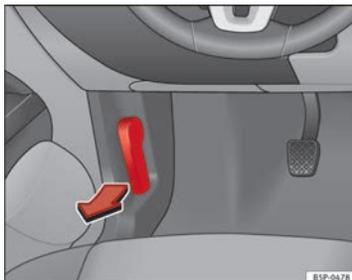

Fig. 164 Pormenor da zona dos pés do lado do condutor: manípulo para destrancar o capot do motor.
- Puxe o manípulo que se encontra por baixo do painel de instrumentos ⇒ Fig. 164 no sentido indicado pela seta. O capot fica destrancado pela acção da mola ⇒ .